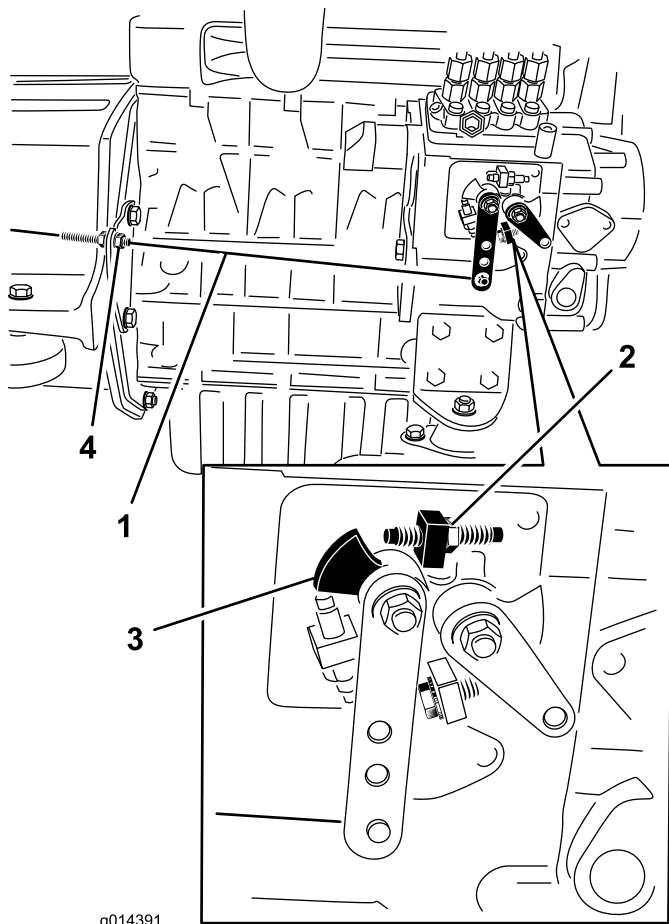

図 38
- エンジンの燃料噴射ポンプについている速度コントロールレバーの位置を確認する。スロットルコントロール・レバーをFAST位置 (ディテント位置) にセットした状態で、速度コントロール・レバーが高速ねじに接触していれば適正 (図 38)。
3. 必要であれば、スロットルコントロール・ケーブルのジャムナットの位置を調整して、スロットルコントロール・レバーをFAST位置（ディテント位置）にセットした時に速度コントロール・レバーが高速ねじに接触するようにする（図 38）。**速度コントロールレバーの高速ねじは調整しないこと。**